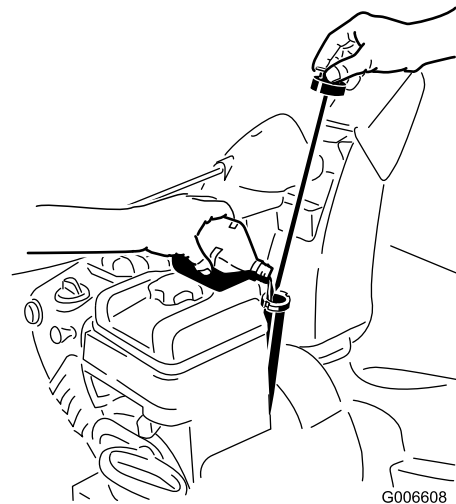

Figure 32
2. Sortez de nouveau la jauge et contrôlez le niveau d'huile (Figure 32). Ajoutez de l'huile, si le niveau est en dessous du repère Add sur la jauge (voir Plein d'huile du carter moteur).